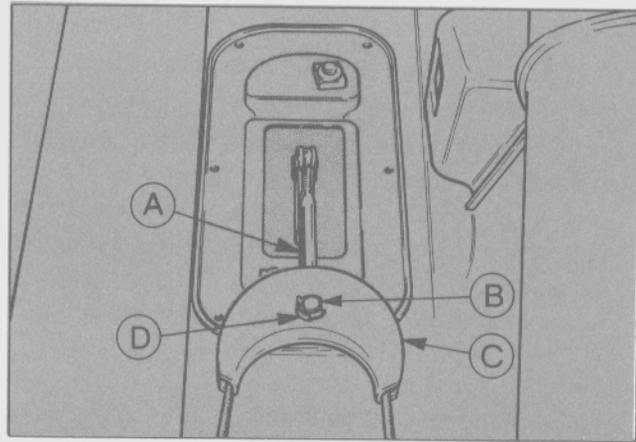

Fig. 63 - Ubicación del seguro y horquilla
- Retirar el seguro (chaveta) del perno que articula la palanca del freno de estacionamiento a la horquilla del cable (Fig. 63).